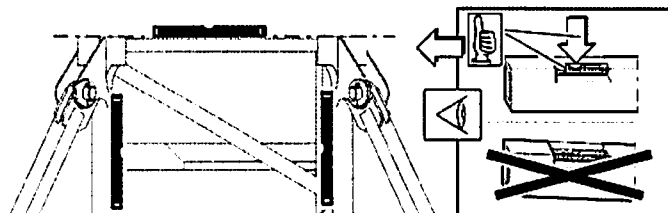

Fig. 81
- ▶ Senkrechte Stellung und waagerechte Lage der Oberfläche mit Wasserwaage prüfen (siehe: Fig. 81, Seite 126).